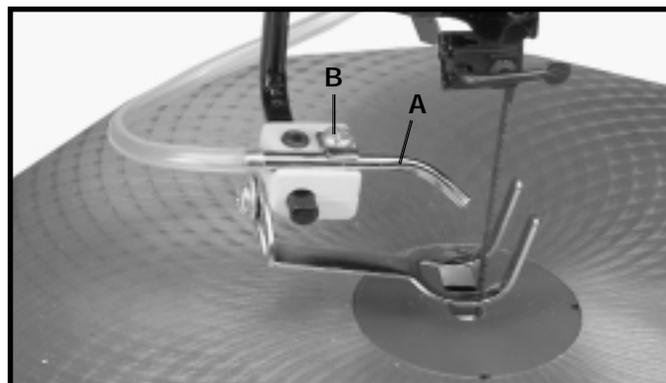

Fig. 35
Le chasse-sciure (A) fig. 35, se déplace pour diriger le jet d'air à l'endroit le plus efficace sur la ligne de coupe. Cela se réalise en desserrant la vis (B) et en réglant la buse (A) en conséquence. Ensuite, resserrez la vis (B).